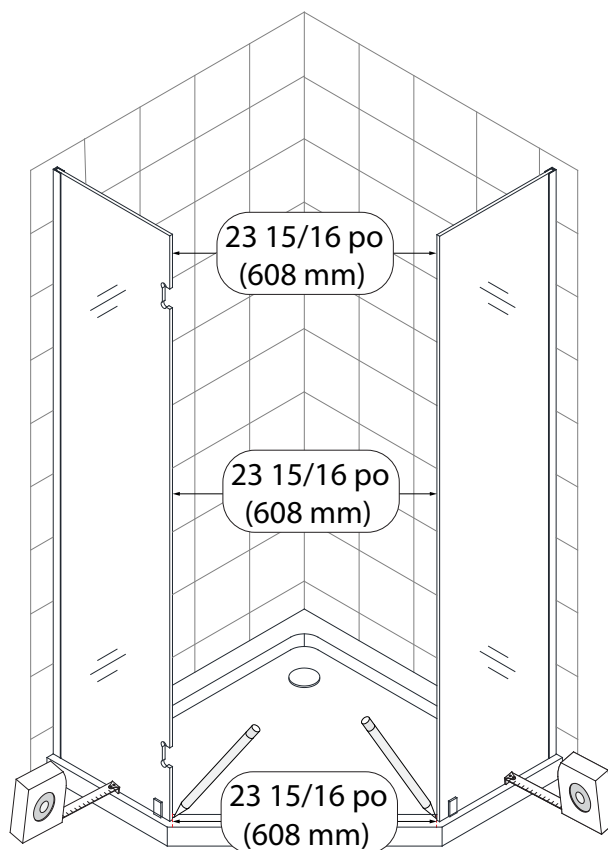

Fig 6
6. Placez le **panneau vitré fixe 1 (N° 01)** sur le seuil et dans le **profilé en U d'acier inoxydable (N° 11)**. **Fig. 6**